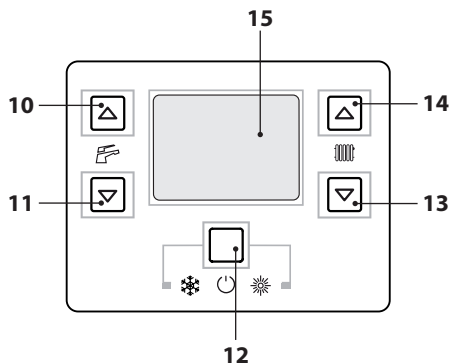

Figura 2.5
- Tenere premuto per 2 secondi il tasto 12 fino a far apparire sul display il simbolo  (Figura 2.5).
La temperatura dell'acqua calda di mandata riscaldamento è regolabile agendo sui tasti 13 (diminuzione) e 14 (aumento) (Figura 2.5) da un
Comunque se la temperatura ambiente non dovesse essere confortevole si può aumentare o diminuire la temperatura di mandata dell'impianto riscaldamento di  $\pm 15^{\circ}\text{C}$  agendo sui tasti 13 (diminuzione) e 14 (aumento) (Figura 2.5).
La temperatura dell'acqua calda sanitaria è regolabile agendo sui tasti 10 (aumento) e 11 (diminuzione) (Figura 2.5) da un minimo di circa  $35^{\circ}\text{C}$  ad un massimo di circa  $60^{\circ}\text{C}$ . Alla prima pressione di uno dei due tasti si ha la visualizzazione del valore di "set", alla seconda pressione si accede alla modifica.